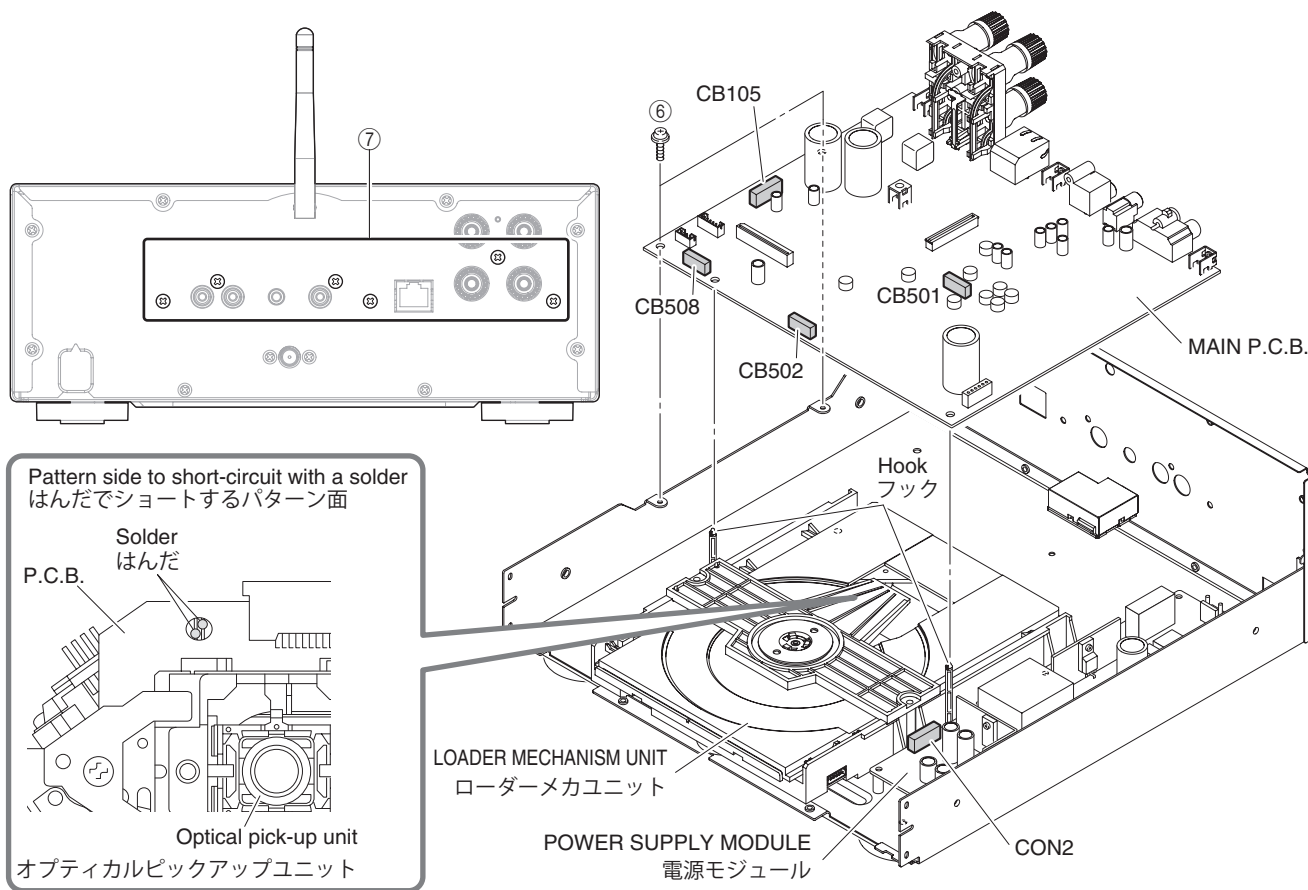

Fig. 5
3. Removal of MAIN P.C.B. (Fig. 5)
- a. Remove 2 screws ⑥ and 6 screws ⑦.
- d. Using the anti-static soldering iron, short between terminals on the optical pick-up unit P.C.B. included in the LOADER MECHANISM UNIT. (Fig. 5)
3. MAIN P.C.B. の外し方 (Fig. 5)
- a. ⑥のネジ 2 本、⑦のネジ 6 本を外します。
- d. ローダーメカユニット内 (Fig. 5) にあるオプティカルピックアップユニットの P.C.B. 上の端子間を静電気対策はんだこてを使用してショートします。